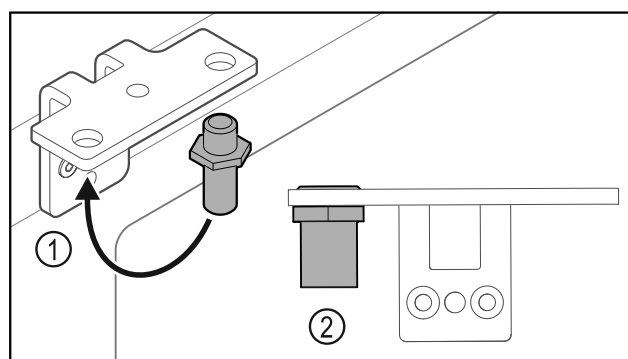

Fig. 32
- ▶ Перемістити палець Fig. 32 (1) у шарнірному кутику.
- ▶ Затягнути палець Fig. 32 (2) з **обертальним моментом 12 Нм**.